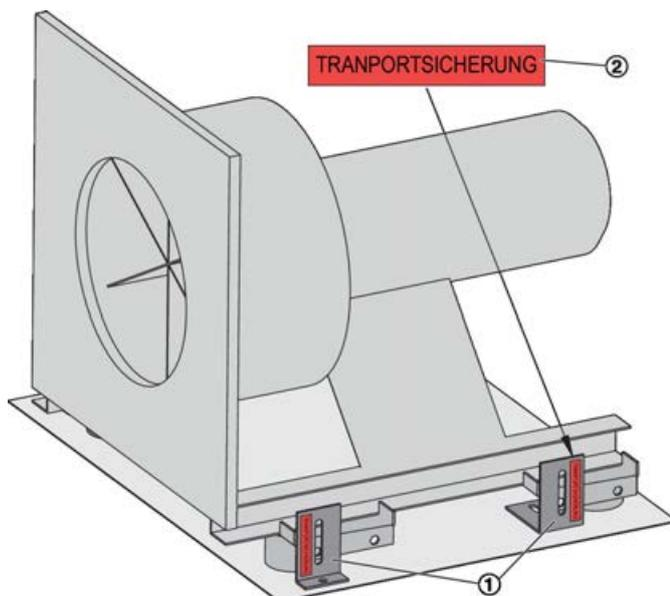

Abb. 11: Transportsicherungen
1. ▶ Am Ventilator die mit einem roten Aufkleber (Abb. 11 /2) markierten Winkel (Abb. 11 /1) demontieren.